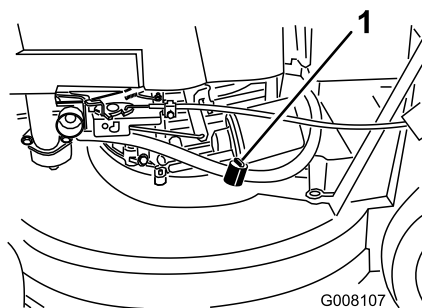

Bild 13
2. Öffnen Sie den Kraftstoffhahn (Bild 13).